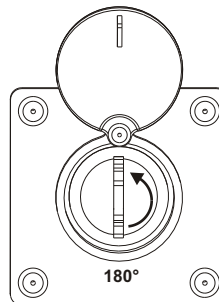

Fig.18
Déverrouiller la lisse avec le déverrouillage manuel, de façon qu'elle est libre de s'ouvrir et de se fermer manuellement (Fig.18).
- Insérer la clé en la même et la tourner même de 180° en sens inverse aux aiguilles d'une montre au débloquent de la lisse (Fig 18).